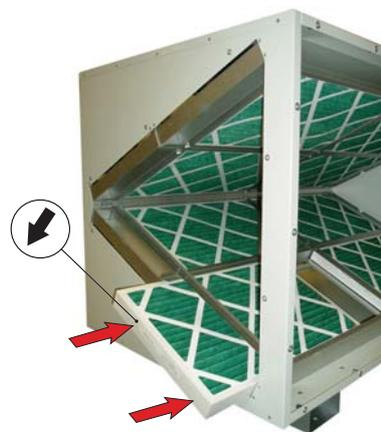

Figura 6.8
5. Coloque los nuevos filtros en la caja de filtro. Asegúrese de que la dirección de la flecha del filtro sea la misma que la de la corriente de aire, consulte la *Figura 6.8*.